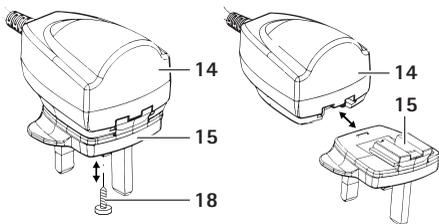

Fig. 3
- Desfaceți șurubul de fixare 18 din adaptor 15, vezi Fig. 3.
- Împingeți adaptorul 15 pe alimentator 14 până se fixează elementul de blocare 16, vezi Fig. 3.